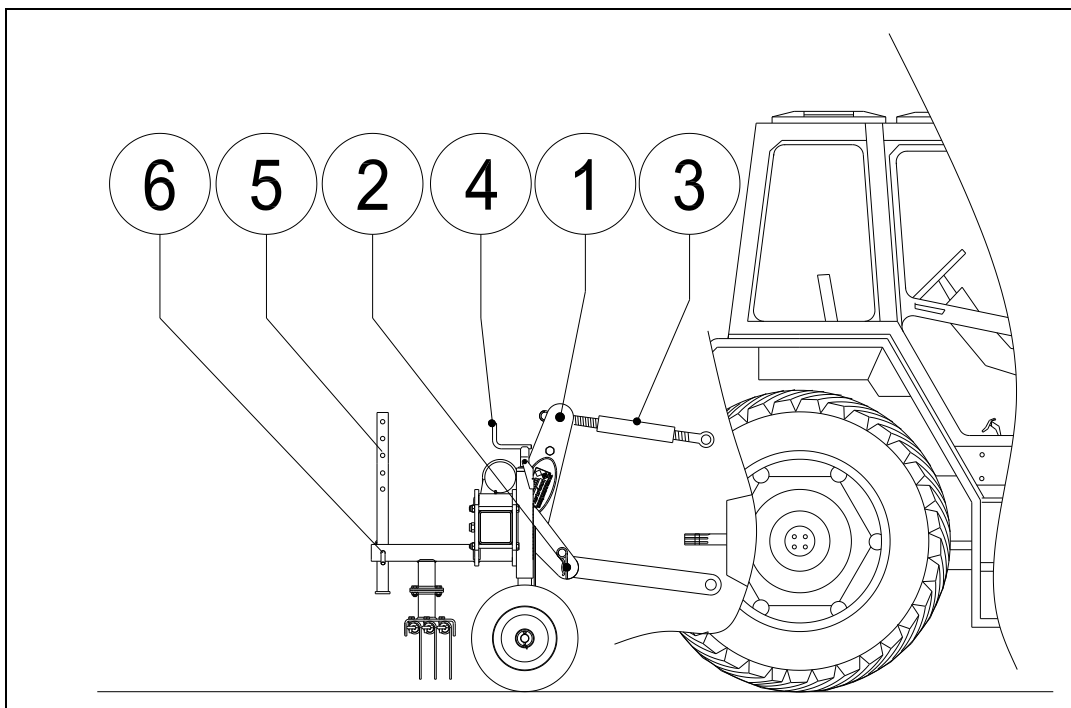

Fig. 8
O procedimento é como segue. (Fig. 8.)
A profundidade de funcionamento pode ser regulada pela regulação das rodas livres a girar as roscas de regulação 4 (Fig. 8) na parte de frente da máquina.
3. Gira a barra superior 3 para dentro para que a máquina encontre-se num plano perpendicular ao SOLO. (ver Fig.8)